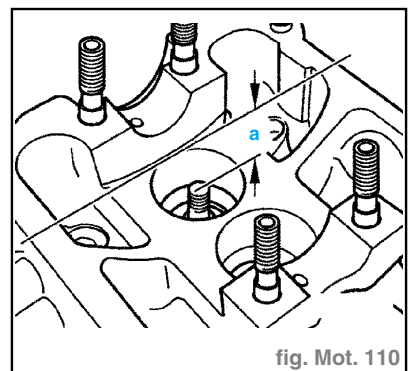

fig. Mot. 110
- Mesurer l'écart (a) entre l'extrémité de la tige de soupape et le rebord supérieur de la culasse (fig. Mot. 110).